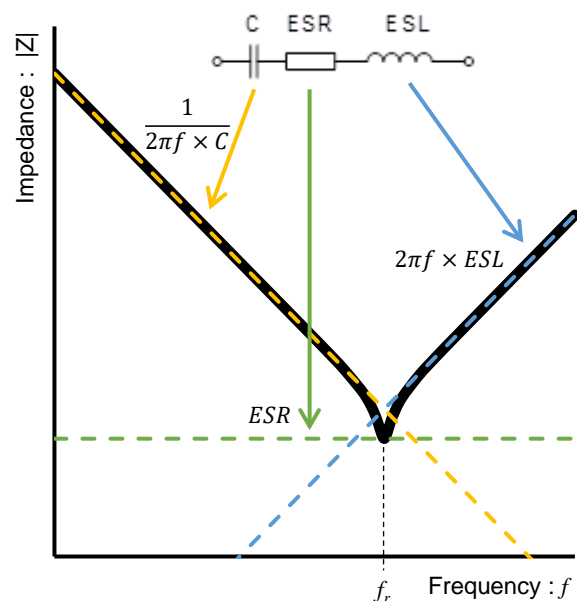

Figure 2. 콘덴서 등가 회로의 임피던스 특성
이 등가 회로의 임피던스는 식 (1)로 계산할 수 있으며, 그 특성을 Figure 2 로 나타내었습니다. 주파수가 낮은 영역에서는 정전용량 C 에 따라 임피던스가 결정됩니다.